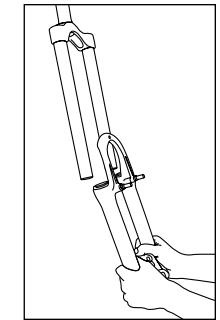

Fig. 7
7. Dégagéz l'assemblage monocoque des tubes inférieurs (voir fig. 7). L'huile continue de s'écouler des tubes supérieurs. Retirez les gaines de fourche.